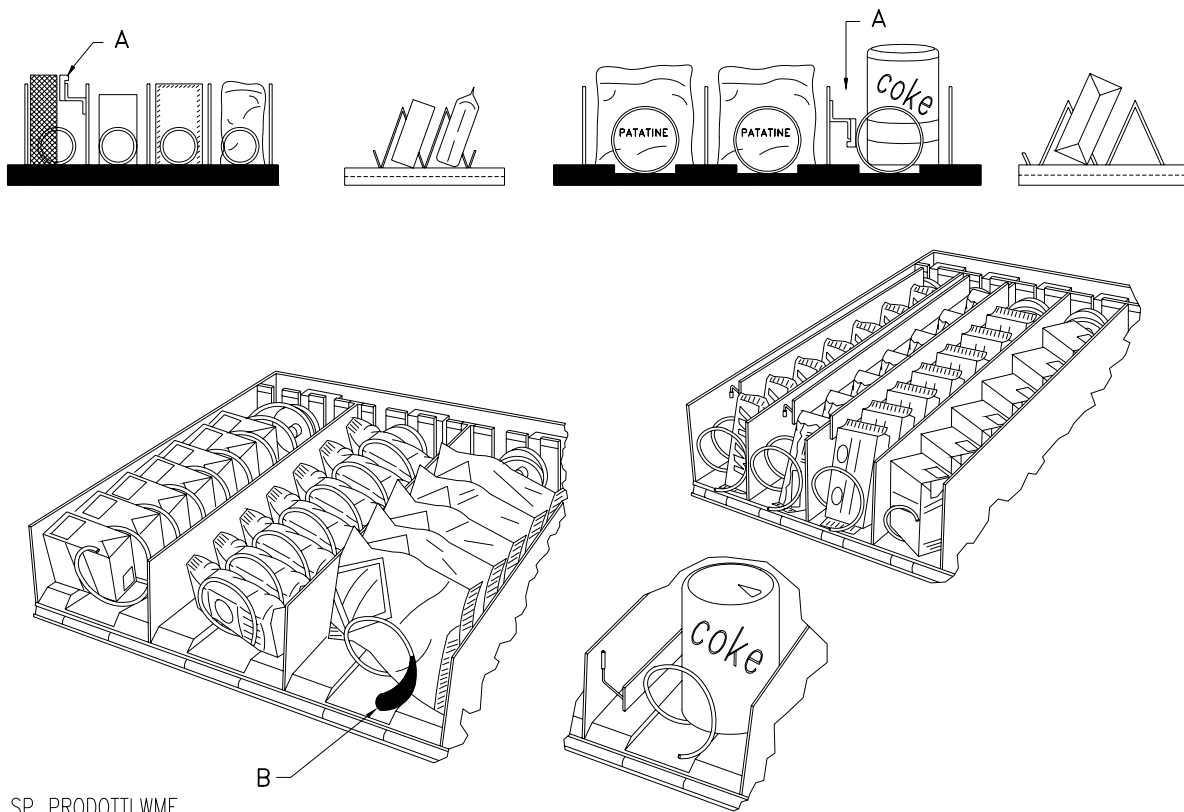

Abb. 4
7.2 BEFÜLLUNG MIT WARE (Abb. 4)
7.3 TRENNWÄNDE FÜR PRODUKTE IN DEN SCHUBLADEN (Abb. 4)
7.4 AUSSTOßER FÜR PRODUKTE (Abb. 4)